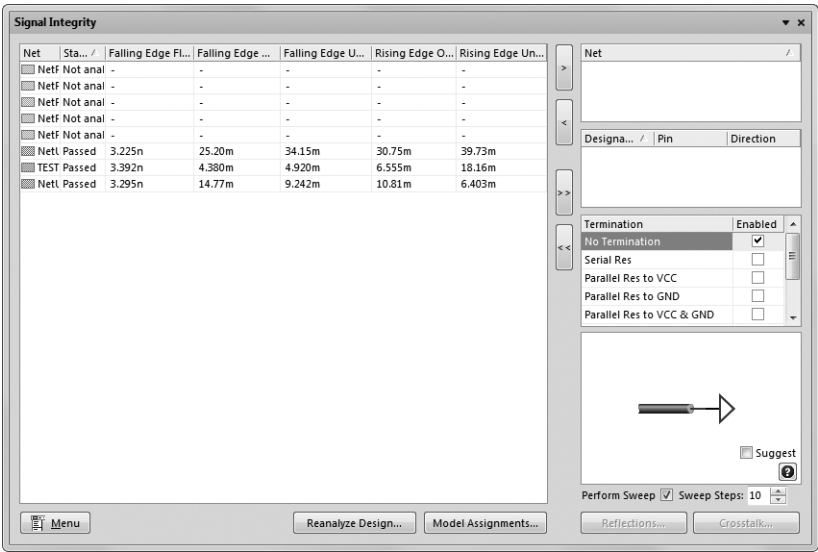

图 13-19 信号完整性分析器
(2) 选择菜单栏中的“工具”→“Signal Integrity”（信号完整性）命令，系统开始运行信号完整性分析器，弹出如图 13-19 所示的信号完整性分析器，其具体设置将在 13.4 节中详细介绍。